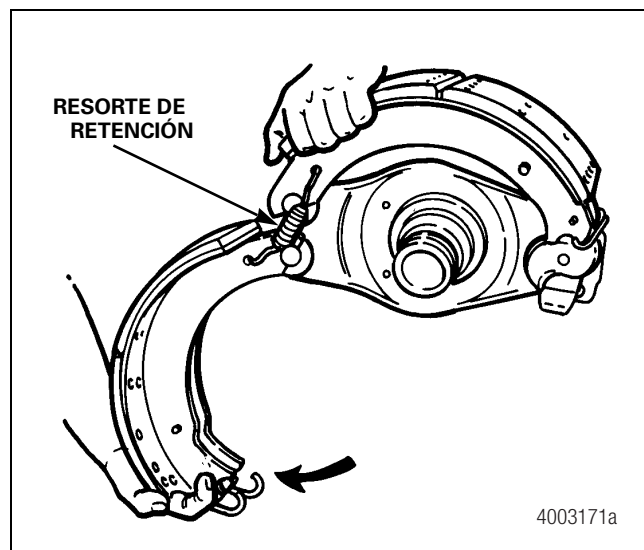

Figura 3.13
4. Gire la zapata inferior para liberar tensión en los dos resortes de retención. Desmonte los resortes y las zapatas de freno. Figura 3.13.